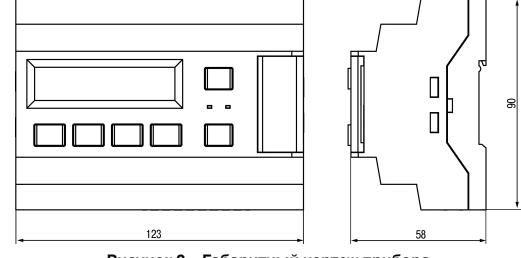

Рисунок 2 – Габаритный чертеж прибора
- Подготовить на DIN-рейке место для установки прибора в соответствии с размерами прибора (см. рисунок 2).